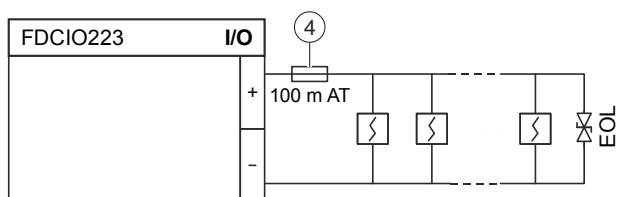

Fig. 5
- Fig. 5 Detector line
- Fig. 5 Línea de detectores
- Fig. 5 Melderlinie
- Fig. 5 Linea di rivelatori
- Fig. 5 Ligne de détection